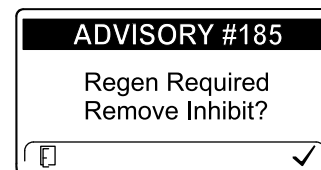

Figura 43
**Nota:** Si ajusta el InfoCenter para que inhiba la regeneración, el InfoCenter muestra ADVISORY #185 (Aviso n.º 185) (Figura 43) cada 15 minutos mientras el motor solicita una regeneración de restablecimiento.